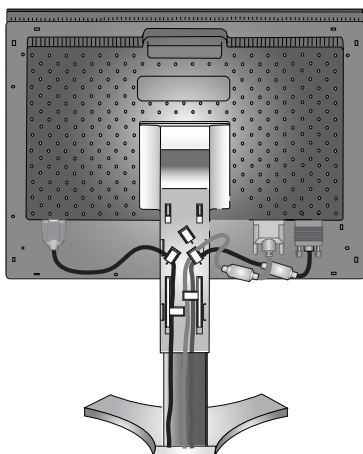
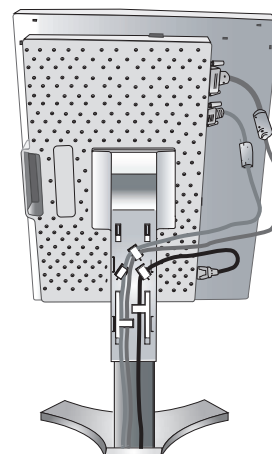

Figura C.2
Figura C.3
5. Para mantener los cables bien ordenados, colóquelos en el sistema de conducto para cables incorporado en el soporte. Introduzca el cable de alimentación en sus corchetes correspondientes, como se indica en la **figura C.2**. Coloque el cable DVI y el cable de señal mini D-SUB de 15 clavijas en los corchetes, como se indica (**figura C.2**). Cuando utilice el monitor en modo vertical, coloque el cable DVI y el cable de señal mini D-SUB de 15 clavijas en los corchetes, como se indica (**figura C.3**).
6. Asegúrese de que todos los cables quedan bien alineados con el soporte en toda su extensión (**figura C.2**). Mientras lo esté haciendo, compruebe que la pantalla del monitor se puede inclinar, subir, bajar y girar bien.